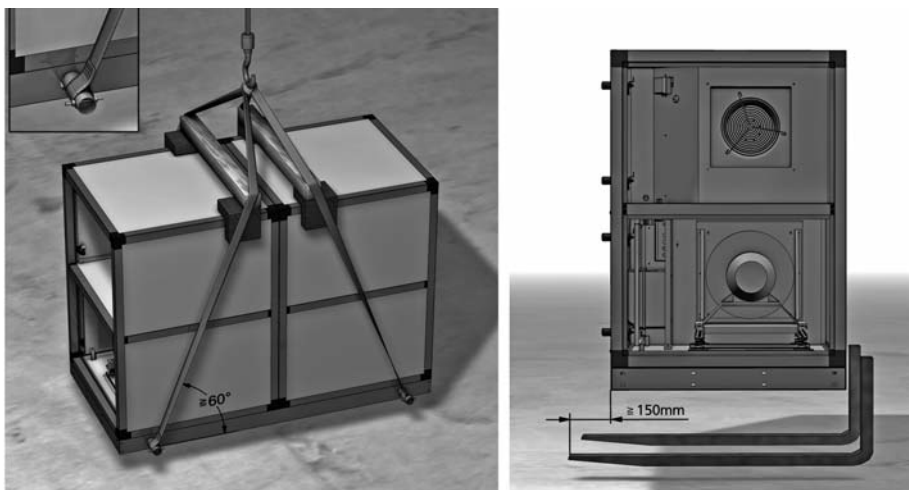

Abb. 3: Anheben und Transport
- Sind für die Tragriemaufhebung passende Rohre, Distanzbalken und Kantenschutz vorhanden? (S. Abb. 3)
- Beachten Sie zum Anheben und Transport die Abb. 3!